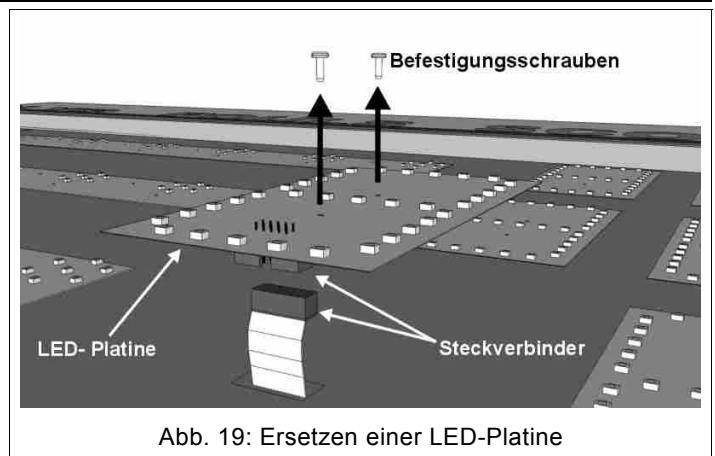

Abb. 19: Ersetzen einer LED-Platine
2. Mit dem Kreuzschraubenzieher die Befestigungsschrauben der zu ersetzenden Platine abschrauben (Abb. 19); die Platine etwas von ihrer Aufnahme entfernen, um den Steckverbinder des Flachanschlusskabels herausziehen zu können.